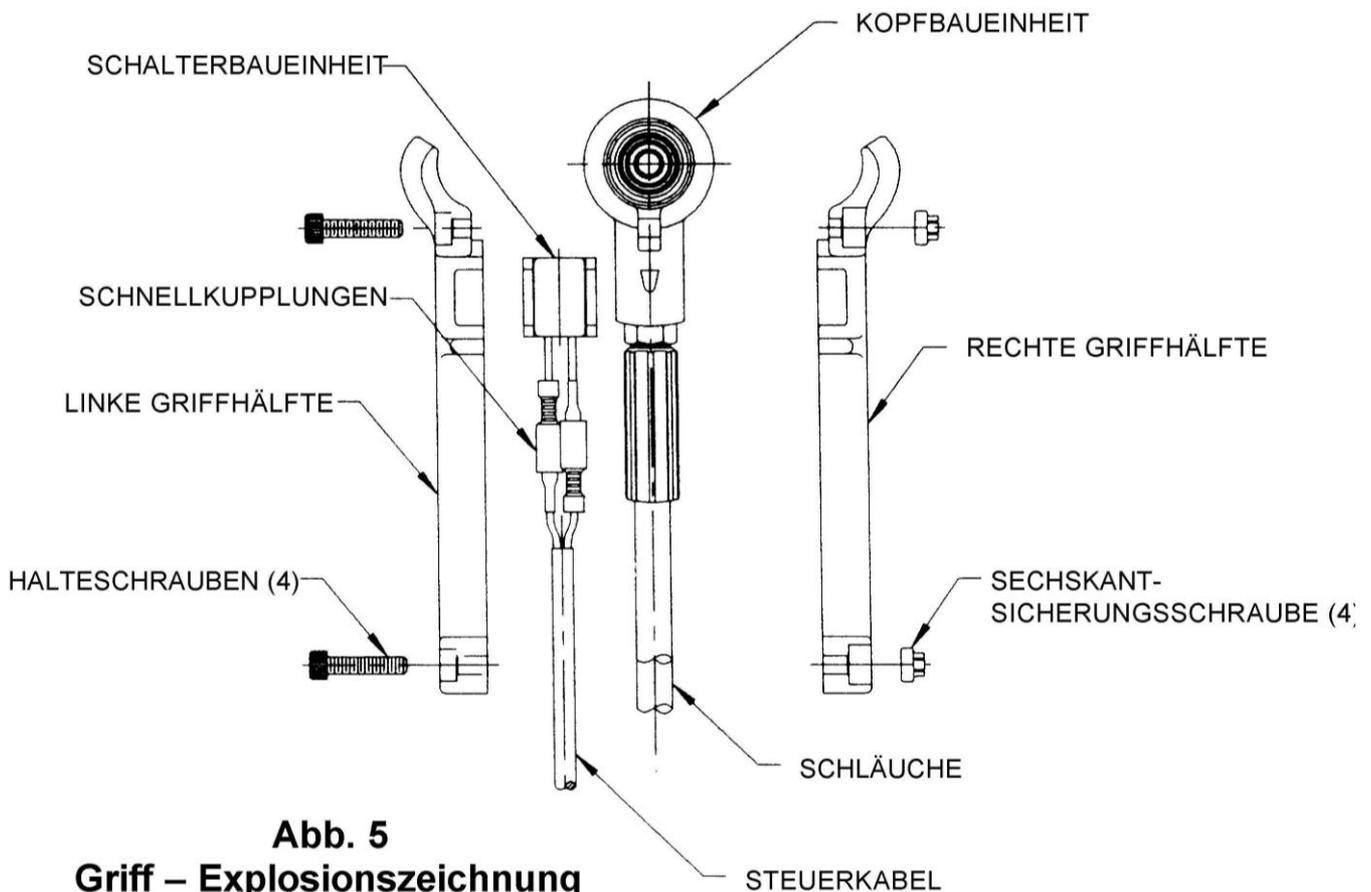

Abb. 5
3. Die vier Innensechskantschrauben von der Griffbaueinheit losschrauben. Die Schrauben und Muttern ausbauen. Die Griffhälften trennen – siehe Abb. 5.
4. **2480:** Die Schalterbaueinheit von der Griffhälfte abheben. Das Steuerkabel aus der im Griff eingebauten Zugentlastung ziehen. Beide Schnellkupplungen auseinanderziehen – siehe Abb. 5.